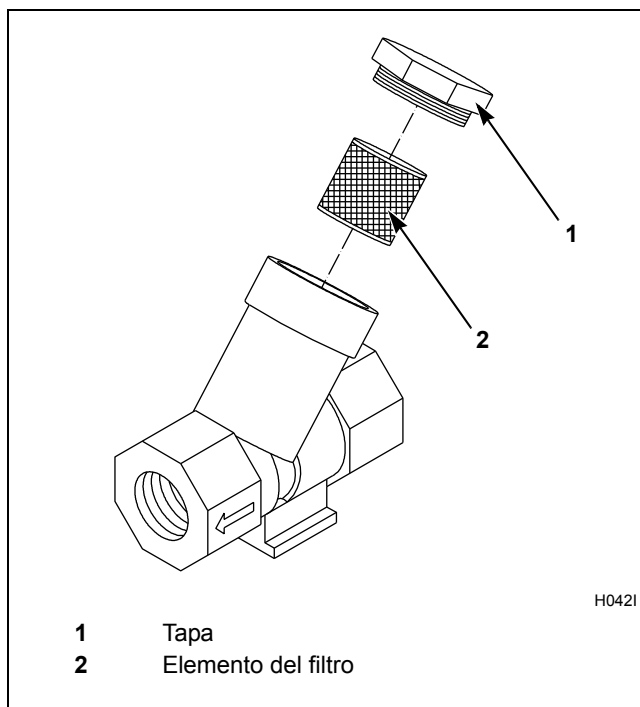

Figura 9
5. Limpie el filtro de vapor suministrado por el cliente, donde corresponda. Consulte la *Figura 9*.